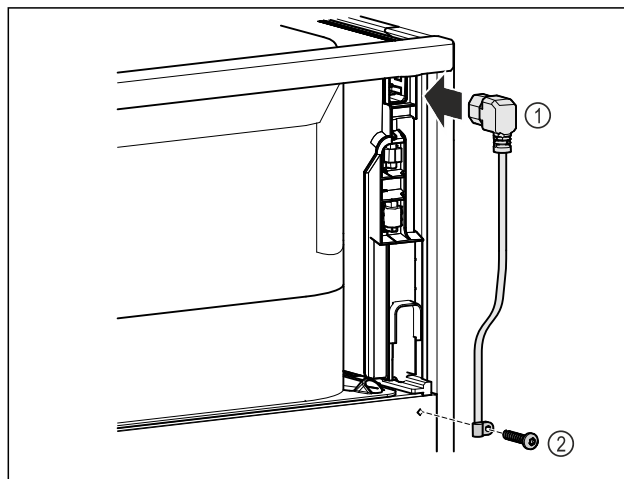

Fig. 8
- ▶ Introduceți mufa pentru puteri mici de la conductorul de racord la rețea Fig. 8 (1) pe partea posterioară a aparatului.
- ▶ Montați siguranța antismlugere. Fig. 8 (2)